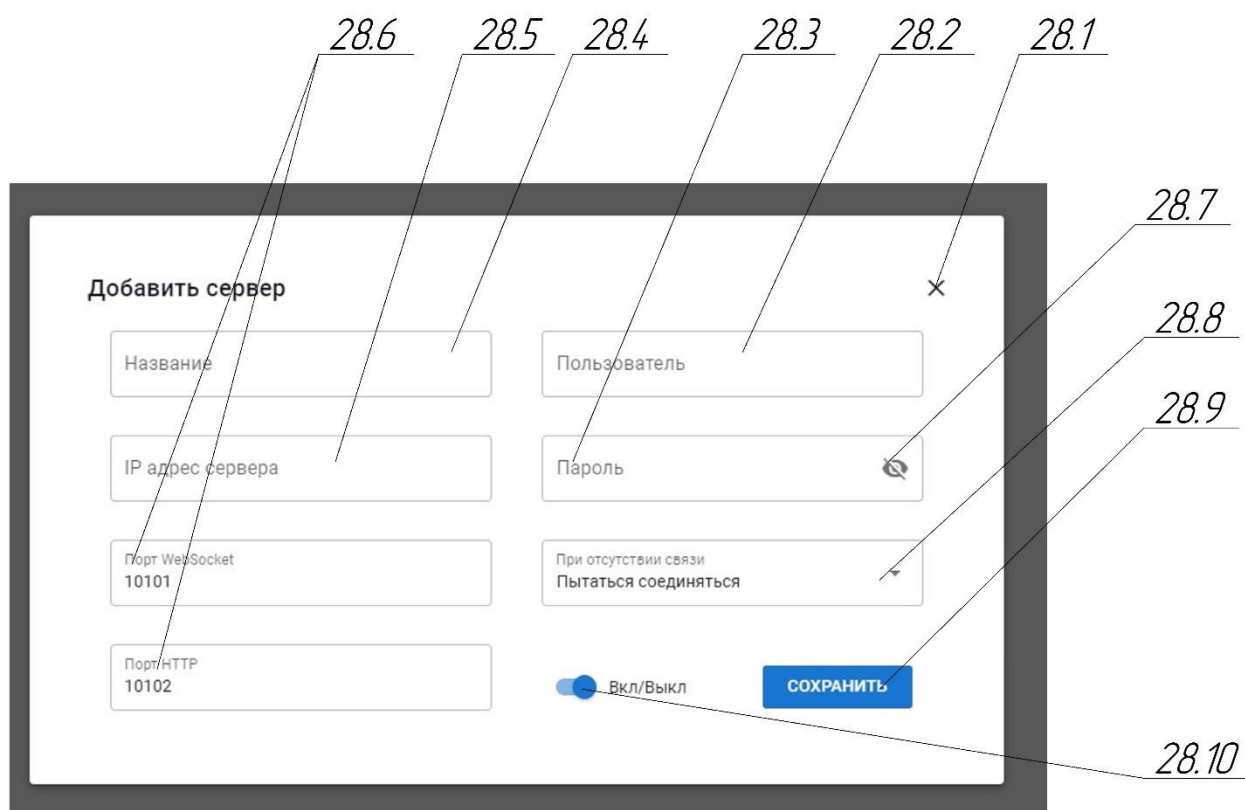

Рисунок 28 – окно добавления сервера
- ввод названия сервера (рис. 28 поле 28.4);
- ввод IP адреса сервера (рис. 28 поле 28.5);
- ввод логина пользователя (рис. 28 поле 28.2);
- ввод пароля пользователя (рис. 28 поле 28.3);
- выбор действия при отсутствии связи с сервером (рис. 28 меню 28.8);
- включение сервера (рис. 28 бегунок 28.10);
- сохранение параметров (рис. 28 кнопка 28.9).
Отключение доступа к серверу осуществляется бегунком 6.6 (см. рис. 6), либо бегунком 28.10 (см. рис. 28). Удаление доступа к серверу происходит через нажатие кнопки 6.1 (см. рис. 6). Открытие окна редактирования сервера происходит путем нажатия кнопки 6.2 (см. рис. 6). Аналогично с добавлением сервера пользователь «Администратор может изменять те же поля что и заполнял.